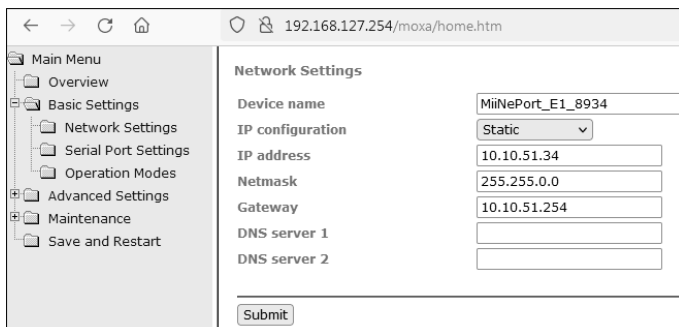

Рисунок 13 – Network Settings
3.5.15 Далее необходимо задать сетевые настройки в соответствии с тем, где будет использоваться адаптер. Необходимо перейти во вкладку «Basic Settings» → «Network Settings» (рисунок 13) и ввести настройки, полученные у сетевого администратора используемой сети (настройки на рисунке 13 заданы для примера). По окончании настройки нажать кнопку «Submit».